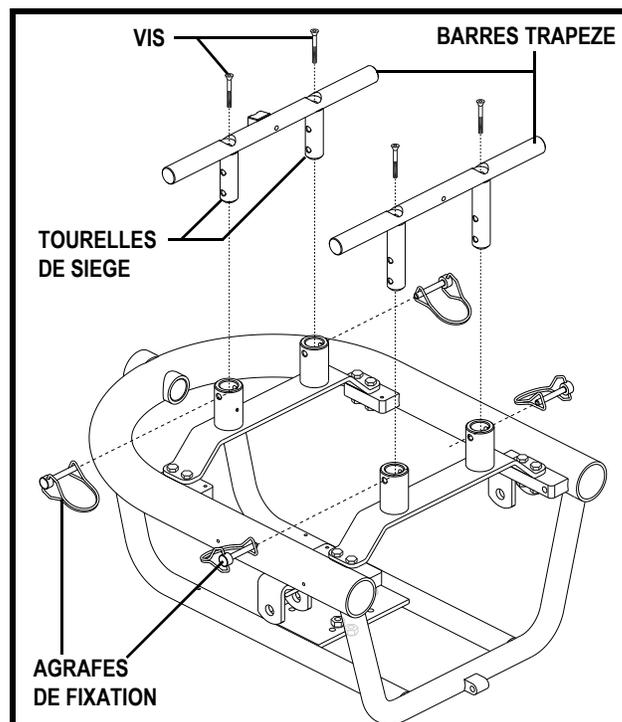

Figure 14. Réglage du barres trapèze
7. Desserrez les vis qui retiennent la barre trapèze aux tourelles de siège. **Voir la figure 14.**
8. Retirez les agrafes de fixation qui retiennent des tourelles de siège à la base motorisé. **Voir la figure 14.**